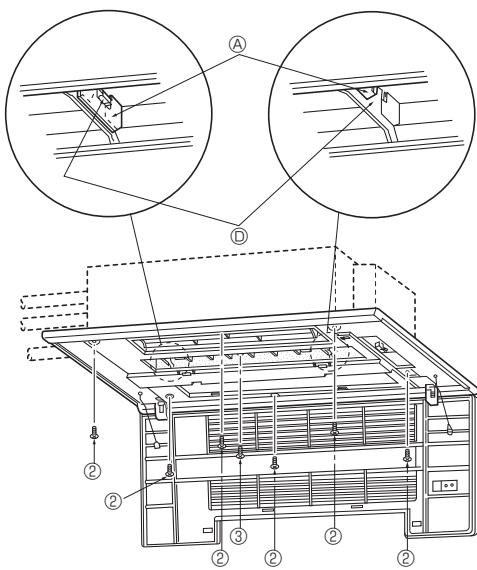
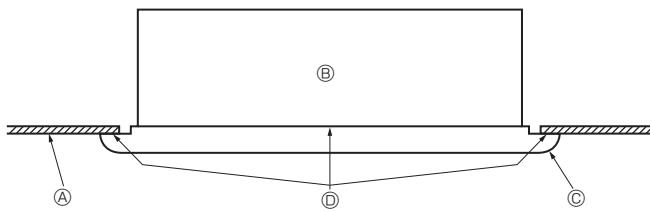

Рис. 5-5
Рис. 5-6
- Отрегулируйте положение передней панели таким образом, чтобы она надлежащим образом вписывалась в угол между потолком и стеной, и установите крепежные болты ② (поставляются с прибором) в четырех местах слева и справа, оставив их слегка незатянутыми. (Рис. 5-5)
- Далее затяните крепежные болты ② и крепежные винты ③ в трех местах в центре.
- И наконец затяните крепежные болты ② в четырех местах слева и справа.
- На этом этапе убедитесь в отсутствии щелей между внутренними прибором и передней панелью, а также между передней панелью и поверхностью потолка. Наличие щелей может привести к попаданию ветра, что, в свою очередь, может вызывать капание воды. (Рис. 5-6).
* Плотно затяните крепежные болты ② и крепежные винты ③.
[Рис. 5-5]
5.4. Контрольные проверки после установки (Рис. 5-6)